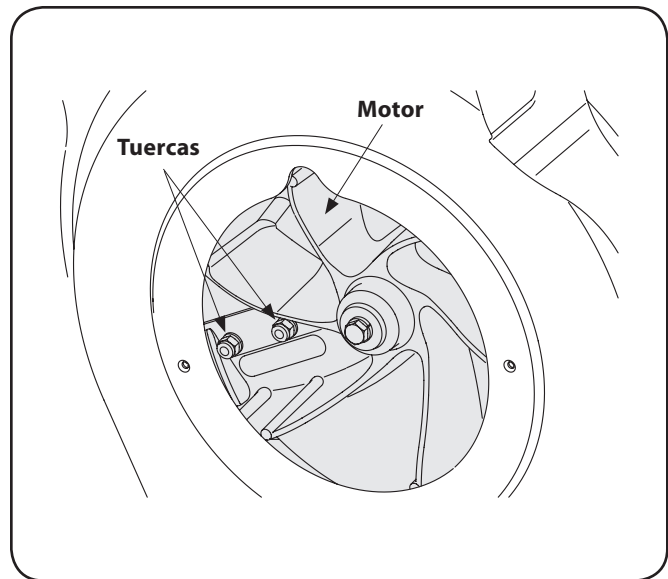

Figure 7-6
- Es posible alcanzar las tuercas de los tornillos de cabeza plana desde la parte inferior, mediante una llave universal de 1/2 pulg. con extensión. Vea la fig. 7-6.